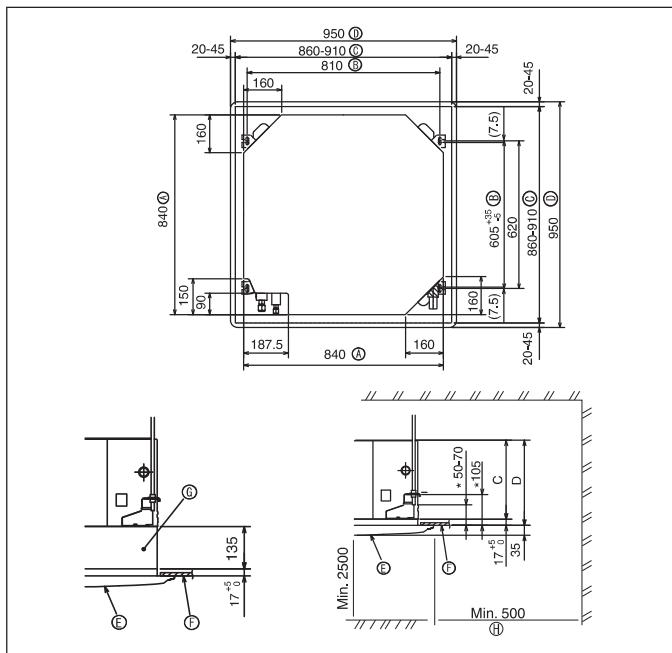

Fig. 3-2
3.2. การเจาะช่องและสถานที่สำหรับติดตั้งเครื่อง (Fig. 3-2)
- * ความกว้างของช่องปิดของเพดานนั้นต้องให้อยู่ในเกณฑ์ที่บ่งตัว ซึ่งแสดงอยู่ใน Fig. 3-2 โดยให้จุดกึ่งกลางของตัวเครื่องทางทิศเหนือของปิดของเพดาน และควรแน่ใจว่าช่องว่างสำหรับฝ้าตั้งตรงตามของทุกตัวบานเนที่ทำกัน